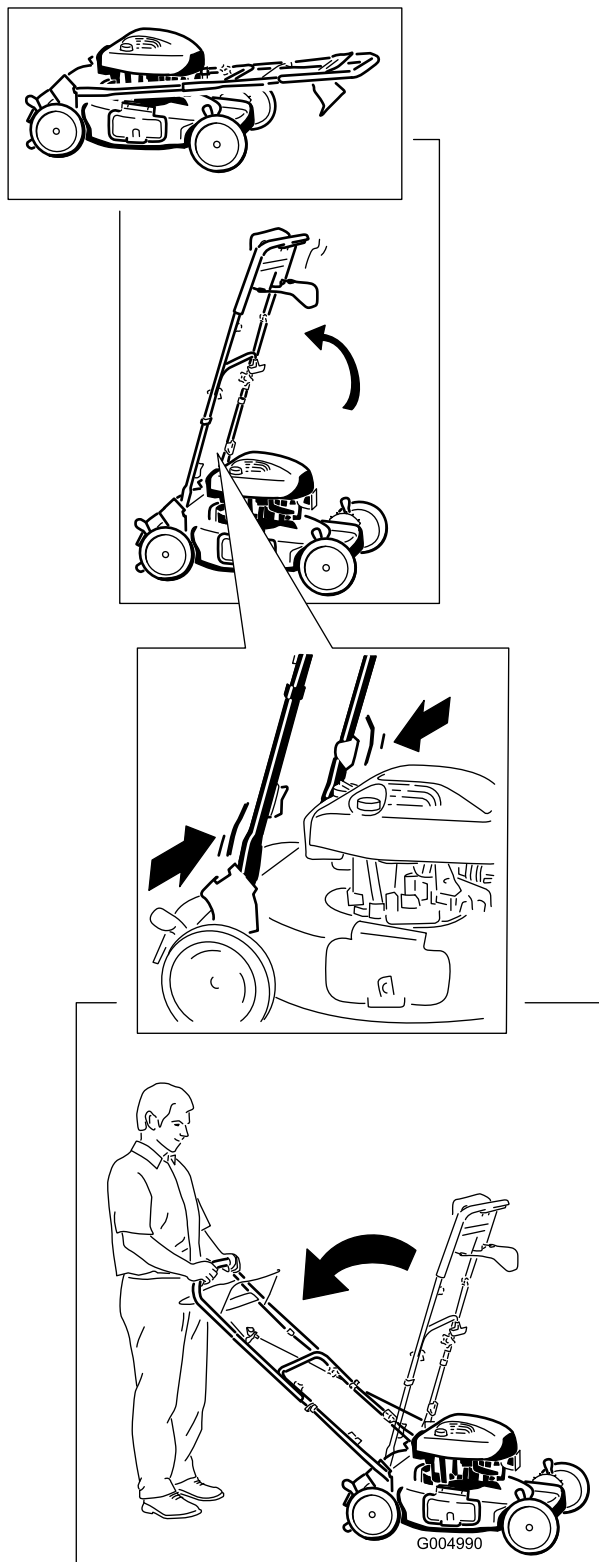

Figure 4
2. Serrez la partie inférieure du guidon et tirez le guidon vers l'arrière jusqu'à ce qu'il s'enclenche en position d'utilisation (Figure 4).